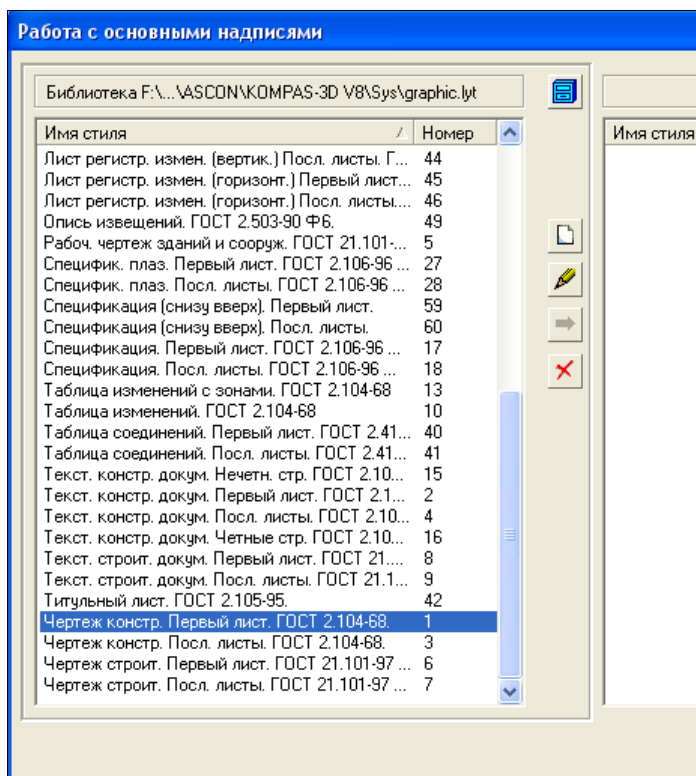

Рис. 25.22. Диалоговое окно Работа с основными надписями
- ♦ вызовите команду **Сервис ► Типы основных надписей**. На экране появится диалоговое окно **Работа с основными надписями** (рис. 25.22);